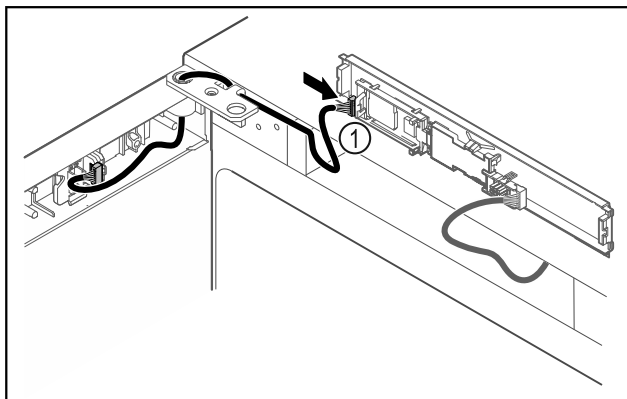

Fig. 40
- Stekker Fig. 40 (1) in printplaat steken.